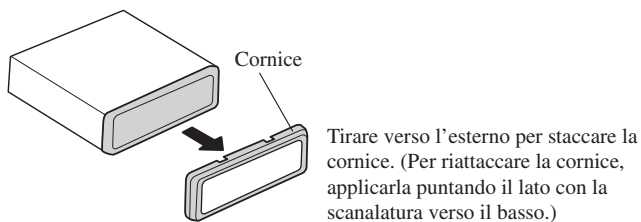

Fig. 11
1. Togliere il telaio. (Fig. 11)